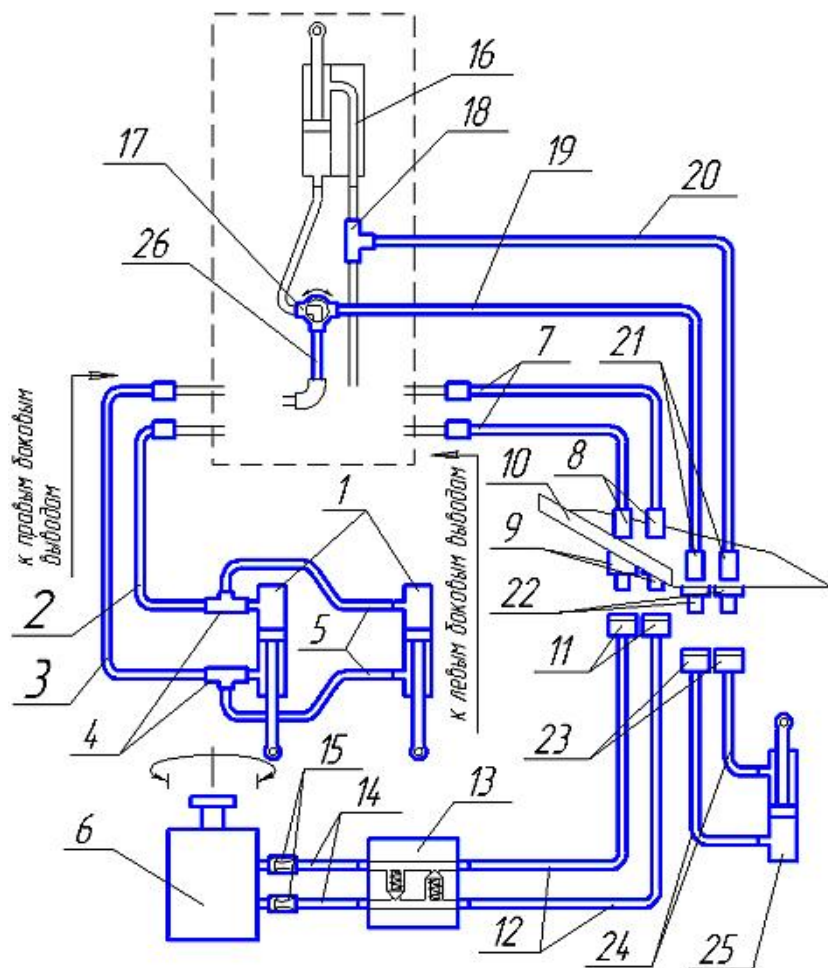

Рисунок 3.
Для питания гидроцилиндра 25 управления козырьком метателя используются магистраль гидроцилиндра 16 задней навески трактора (рис.3). Для разветвления потока в правую линию магистрали врезаются трехходовой кран 17, а в левую тройник 18. Для этого необходимо:
- соединить левую трубку и соответствующий рукав цилиндра 16 навески через тройник 18 (см. рис.3);